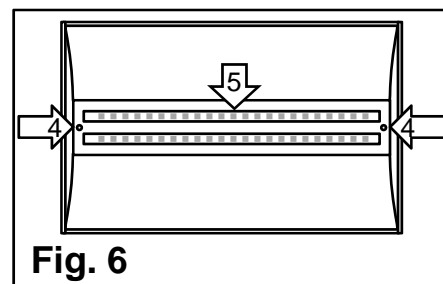

Fig. 6
2. Enlevez les deux **vis** (n° 4) situées aux extrémités du **couvercle de DEL** (n° 5). Enlevez le **couvercle de DEL** (n° 5) (**Fig. 6**).
4. Replacer le **couvercle de DEL** (#5) en réinstallant les deux **vis** (n° 4) qui ont été préalablement enlevées (**Fig. 6**).